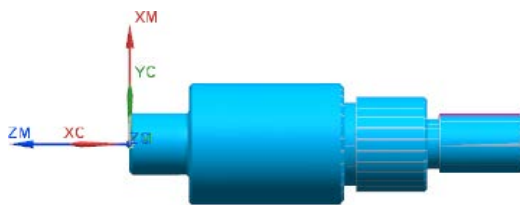

图 9.37 3D 仿真结果
Step3. 在“刀轨可视化”对话框中单击 **3D 动态** 选项卡，采用系统默认参数设置值，调整动画速度后单击“播放”按钮 ，即可观察到 3D 动态仿真加工，加工后结果如图 9.37 所示。